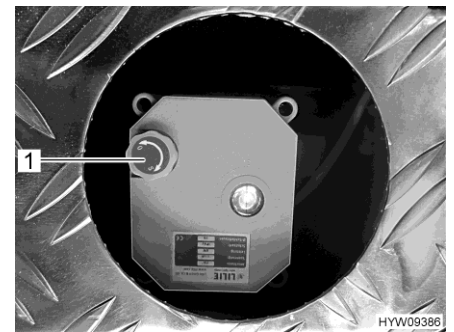

Fig. 135 Molette (vanne pour eaux usées)
- Pour ouvrir la vanne pour eaux usées, tirer la molette (Fig. 135,1) vers le haut et tourner jusqu'en butée dans le sens inverse des aiguilles d'une montre. Le sens de rotation (O pour ouvrir, S pour fermer) est indiqué sur la molette à réglage.
- Pour fermer la vanne pour eaux usées, tirer la molette (Fig. 135,1) vers le haut et tourner jusqu'en butée dans le sens des aiguilles d'une montre.